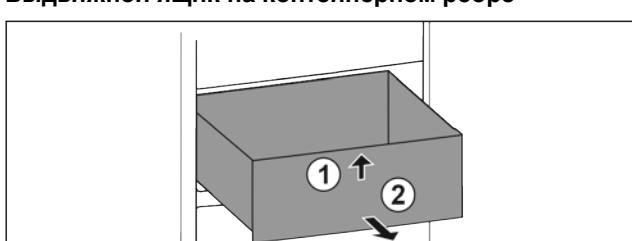

Fig. 16
- Приподнимите спереди Fig. 16 (1).
- Извлеките движением вперед Fig. 16 (2).